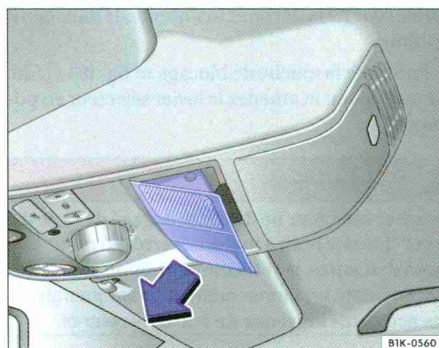

Fig. 181 Dans le ciel de pavillon : retrait du cache.
- Retirez le cache dans le sens de la flèche \Rightarrow fig. 181.